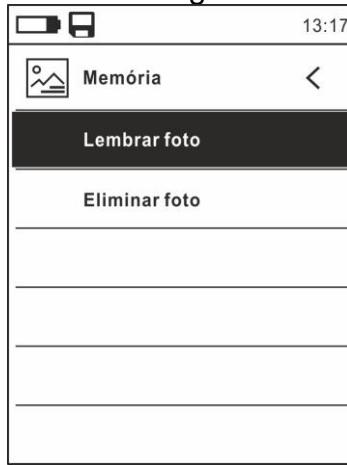

Fig. 15: menu Memória
31. Usar os botões **▲** ou **▼** e os botões **☰** ou **▶** para a seleção da opção “Eliminar foto” (ver Fig. 15). No display é apresentado o seguinte ecrã: